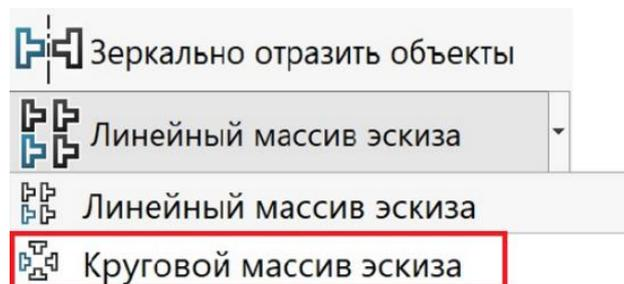

Рисунок 2.9 – Круговий масив ескизу
8. Вибираємо **Круговий масив ескизу** (рис. 2.9).